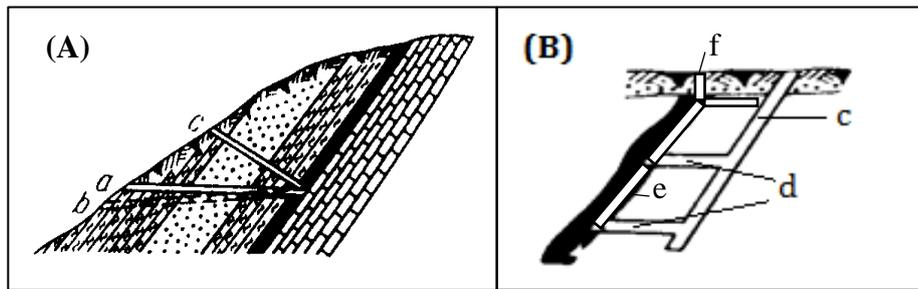
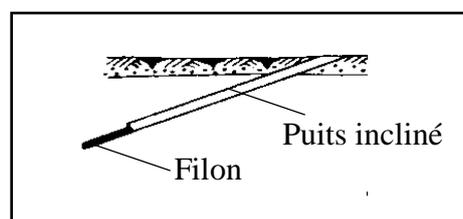

Fig.2. Galerie à flanc de coteau inclinée et puits de mine incliné :
Fig.5. Puits de mine inclinée
- **Puits de fouilles** (*fig.2.B*), est une excavation verticale, de faible section, sans grande profondeur, possédant un orifice à ciel ouvert et destinés à des travaux de recherche ou aux gros abattages par tirs. En période d'exploitation de gisement, cette excavation peut être utilisée pour l'aérage ou pour la descente du matériel.
- **Galerie au jour** (*fig.2, A*), est une excavation horizontale possédant une sortie à ciel ouvert et destinée à des buts de prospection ou, lors de l'exploitation du gisement, au transport des charges, mouvement des personnels, livraison des matériels, aérage et exhaure.
- **Travers-banc** (*fig.2,B*), est une excavation souterraine horizontale ne possédant pas de communication directe avec le jour, menée sous un certain angle à la direction des roches et destinée au transport des charges, aux déplacements du personnel, à l'aérage, à l'écoulement des eaux, etc.
Les puits de mine inclinés peuvent être creusés dans le minéral (*fig.5*) ou dans les stériles (*fig.2,B*), en fonction du caractère du minéral, de l'épaisseur des roches couvrantes et des conditions générales d'exploitation.
La différence qui existe entre un puits incliné et une galerie à flanc de coteau inclinée (*fig.2.A*) est que le premier est creusé en descente et la deuxième en légère montée. Autrement dit, pour l'évacuation des eaux d'un puits incliné il est nécessaire de faire appel à l'énergie mécanique, alors que dans une galerie à flanc de coteau inclinée cette évacuation s'effectue naturellement grâce à la pente descendant vers l'orifice.